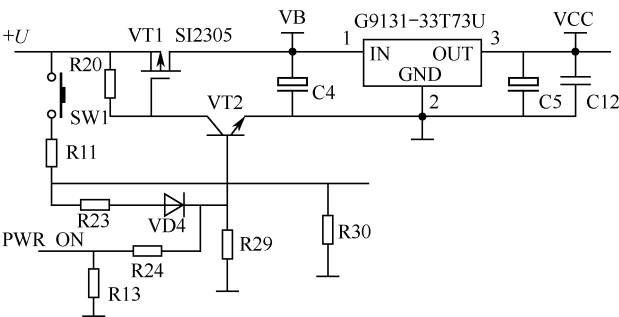

图 5-27 电源开机电路原理图
采用 P 沟道 MOS 管 SI2305 对电源的开启进行控制的电路如图 5-27 所示。在其栅极加上电压（高电位）后，漏-源极就关断，去掉电压（低电位）漏-源极就导通。
1) 电路原理图（见图 5-27）